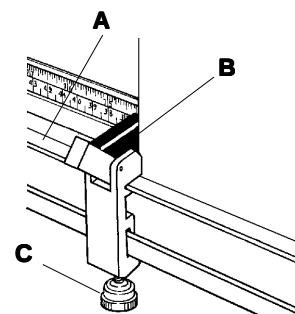

Figure 21
3. Set the board to be cut on the **LEFT SQUARING EDGE BAR (A)** and slide it to the right so the left edge of the board aligns with the desired cutting dimension. **Figure 21**. The **MEASURING STOP** is useful when more than one piece is to be cut to the same size. Set the **BLACK STOP LEVER** to the desired dimension **(B)** and lock the **MEASURING STOP** in place with the **LOCKING KNOB (C)**. Slide the board to the left against the **BLACK STOP LEVER**, and apply the **CLAMP** to hold the mount board in place and prevent buckling.
3. Legen Sie das zu schneidende Material auf die **linke Winkelleiste (A)**. Bringen Sie die linke Kante des Materials auf die gewünschte Abmessung. **Abbildung 21**. Sollen mehrere Teile mit den gleichen Abmessungen geschnitten werden, kann die Verwendung des **Maßstoppers** die Arbeit wesentlich erleichtern. Bringen Sie den **schwarzen Stophebel** auf die gewünschte Abmessung **(B)** und sperren Sie den **MAßSTOPPER** mit dem **Sperrknopf (C)**. Schieben Sie das Material nach Links gegen den **schwarzen Stophebel** und betätigen Sie die **Klemmvorrichtung**, um für ein rutschfreies, wellenfreies Schneiden zu sorgen.
3. Placez le panneau devant être coupé sur la **BARRE DE BORD D'EQUARRISSAGE GAUCHE (A)** et faites-le glisser du côté droit de manière à ce que le rebord gauche du panneau s'aligne contre la dimension de coupe désirée. **Figure 21.** Le **TAQUET DE MESURE** est utile lorsque que l'on doit couper plus d'une pièce aux mêmes dimensions. Réglez le **LEVIER DE TAQUET NOIR** à la dimension désirée **(B)** et verrouillez le **TAQUET DE MESURE** en position avec le **BOUTON DE VERROUILLAGE (C)**. Faites glisser le panneau vers la gauche contre le **LEVIER DE TAQUET NOIR** et placez la **BRIDE DE SERRAGE** pour maintenir le panneau de montage en position et empêcher qu'il ne se gondole.